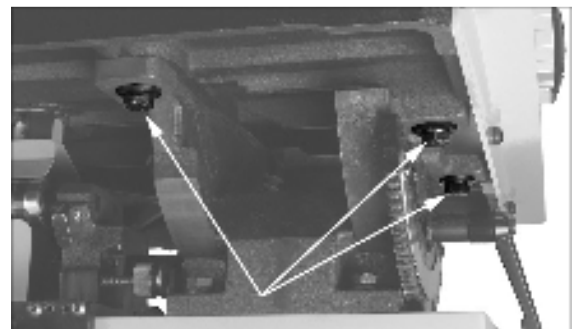

Рис. 14: регулировочные винты стола
5. Если угловой паз не параллелен пильному полотну, ослабьте четыре винта с шестигранной головкой (с помощью 17 мм ключа), которые крепят стол к поворотному основанию (см. Рис. 14, показаны три винта). Сместите стол на необходимое расстояние так, чтобы угловой паз стал параллелен пильному полотну.